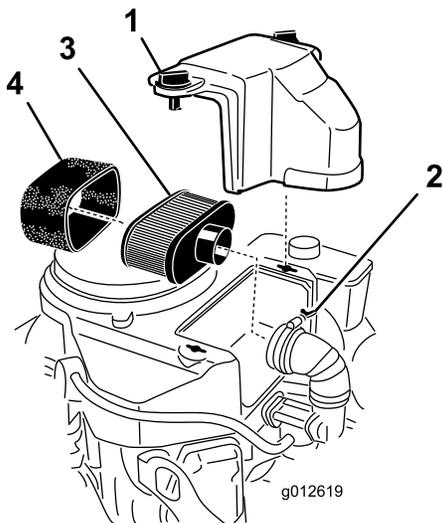

Рисунок 30
3. Очистите зону вокруг воздухоочистителя, чтобы в двигатель не попали загрязнения, которые могут его повредить (Рисунок 30).
4. Отверните ручки крышки и снимите крышку воздухоочистителя (Рисунок 30).
- Отверните шланговый хомут и снимите узел воздухоочистителя (Рисунок 30).
- Осторожно снимите элемент из пеноматериала с бумажного элемента (Рисунок 30).
**Внимание:** Не следует чистить бумажный фильтр; замените его (Рисунок 30).
- Осторожно наденьте элемент из пеноматериала на бумажный элемент воздухоочистителя (Рисунок 30).
- Установите воздухоочиститель в сборе на его основание и закрепите с помощью 2 барашковых гаек (Рисунок 30).
- Установите на место крышку воздухоочистителя и затяните ручку крышки (Рисунок 30).